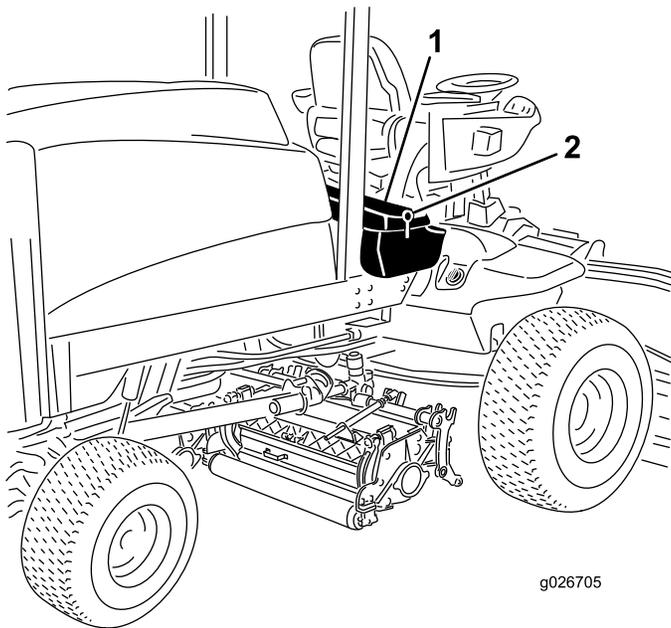

Bild 83
1. Entriegeln und heben Sie die Abdeckung der Bedienerkonsole hoch (Bild 83).